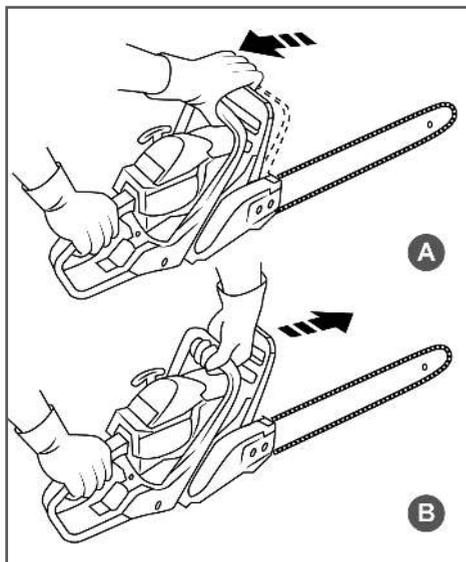

Рис. 7 Проверка механического тормоза цепи
Тормоз цепи выключен (цепь может вращаться), когда ручка тормоза взведена (Рис. 7А).
Тормоз цепи включен (цепь не имеет возможности вращаться), когда ручка тормоза находится в отжатом положении (Рис. 7В).
3. Используя тормоз цепи, переместить левое запястье от себя и нажать им на ручку тормоза, не отпуская рукой переднюю рукоятку бензопилы (Рис. 7В).
6. Введите ручку тормоза (Рис. 7А).
4. Убедитесь, что тормоз цепи включен (цепь заторможена), как показано на Рис. 7В.
После запуска двигателя немедленно выключите тормоз пильной цепи. Для этого потяните ручку тормоза на себя до щелчка (Рис. 7А). Будьте осторожны, цепь начнет движение.